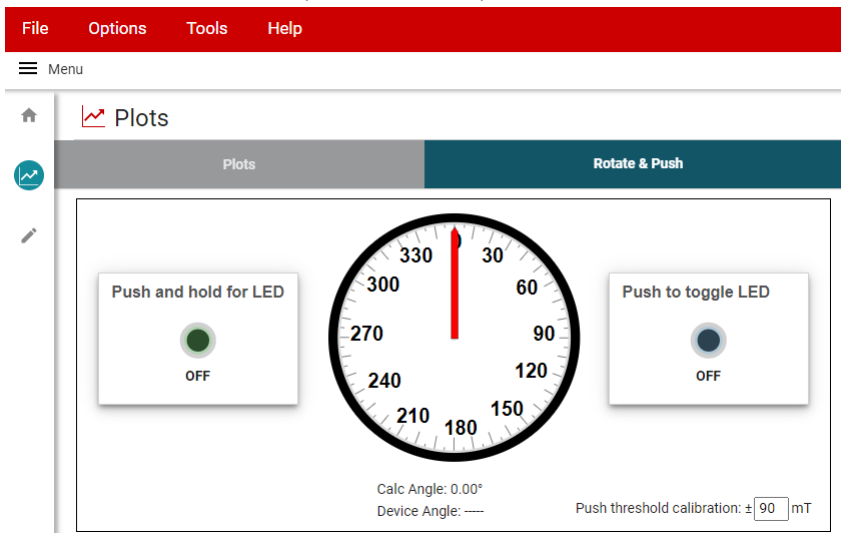

图 3-9. 旋推 GUI 页面
4. 转到图表页面中的 *Rotate & Push* 选项卡 (请参阅图 3-9)。